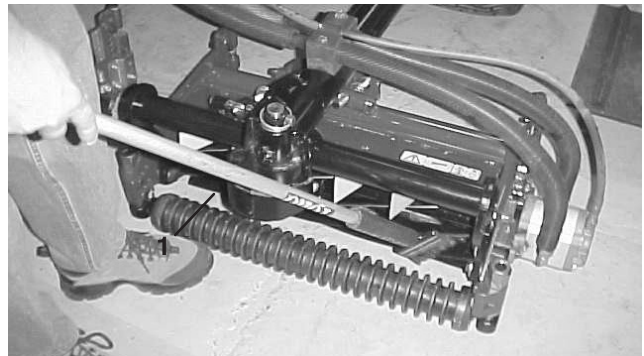

Figure 72
8. Appliquez du produit de rodage avec un pinceau à long manche (Réf. Toro 29-9100). N'utilisez jamais de pinceau à manche court (Fig. 72).